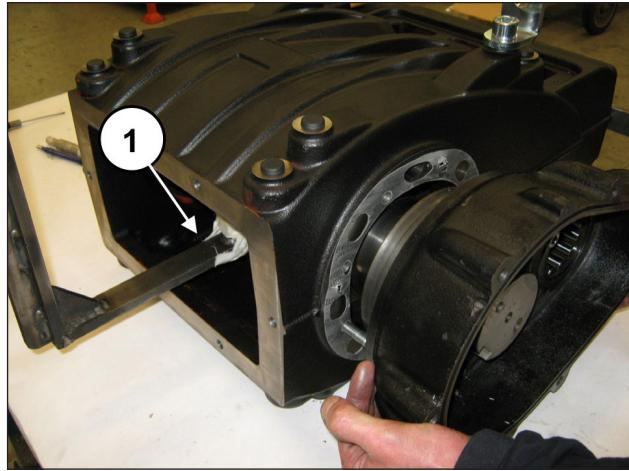

图 25
一边支撑着轴, 一边拆除齿轮箱, 以免损坏(位置①, 图 25)。